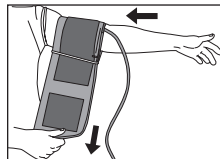
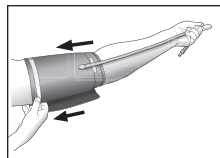

Fig. 3
Fig. 4
2. Deslice el cilindro del brazalete en su brazo izquierdo y alinee la manguera de aire sobre la arteria principal en el lado interno de su brazo, Fig 3. Para colocarlo de manera adecuada, el tubo debe ir a lo largo del lado interno del brazo, Fig 4.